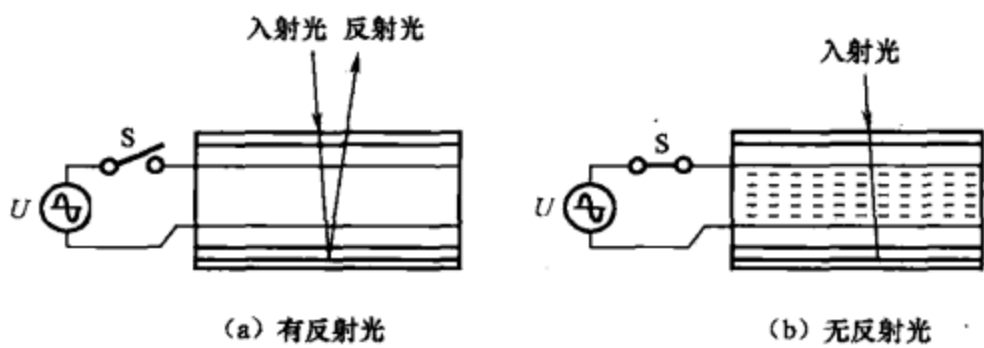

图 6-15
液晶是一种介于固体和液体之间的特殊物质，具有类似于晶体的性质，能够改变通过光线的偏振方向，并且这种改变是可以用电来控制的。液晶显示屏的工作原理就是基于液晶的这种特性，如图 6-15 所示。
(1) 当未加电压时，入射光穿过液晶和偏振片后能够被反射板反射回来，如图 6-15 (a) 所示，我们看到的就是亮白色。
(2) 当在上、下电极之间加上驱动电压时，电极部位的液晶在电场作用下改变了偏光性，使得入射光不能够被反射板反射回来，如图 6-15 (b) 所示，我们看到的就是黑色。把电极做成字符状，我们看到的就是黑色的字符了。